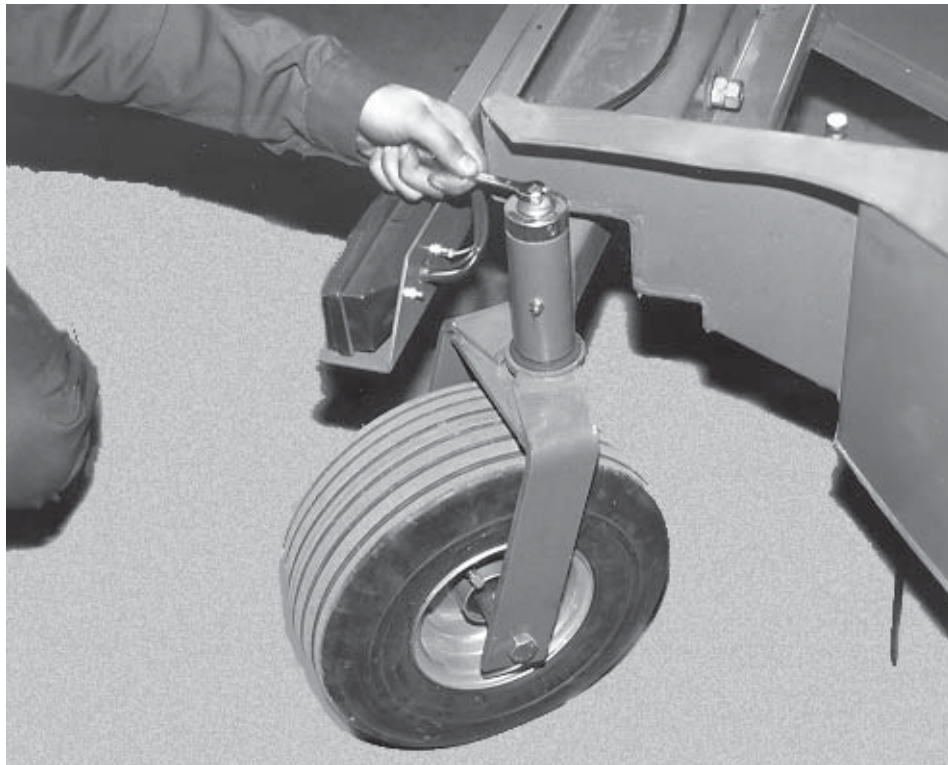

Abb. 46
- Stellschraube nach Bedarf anziehen (Abb. 46).